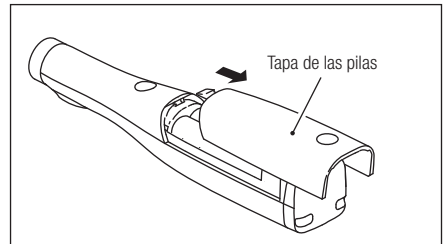

Fig. 15
- 4) Retire la tapa de la batería deslizándola hacia la terminal de carga.(Fig.15)